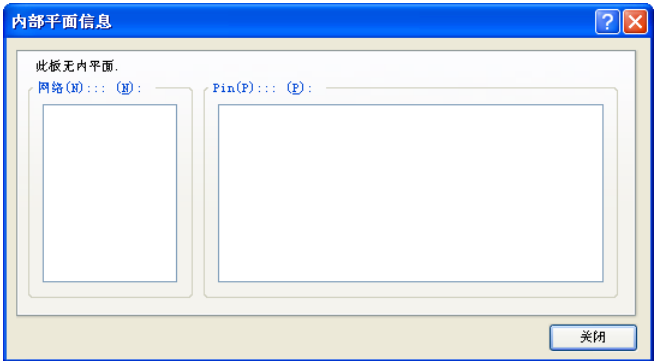

图 10-12 “内部平面信息”对话框
(3)“网络”选项卡：该选项卡中列出了电路板的网络统计，包括导入网络总数和网络名称列表，如图 10-11 所示。单击“Pwr/Gnd（电源/接地）”按钮，弹出如图 10-12 所示的“内部平面信息”对话框。对于双面板，该信息框是空白的。